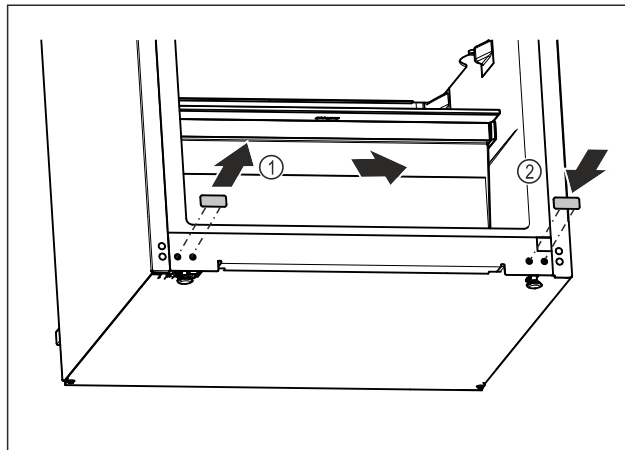

Fig. 20
- Trek de afdekdop eruit. Fig. 20 (1)
- Plaats de afdekdop aan de andere kant. Fig. 20 (2)